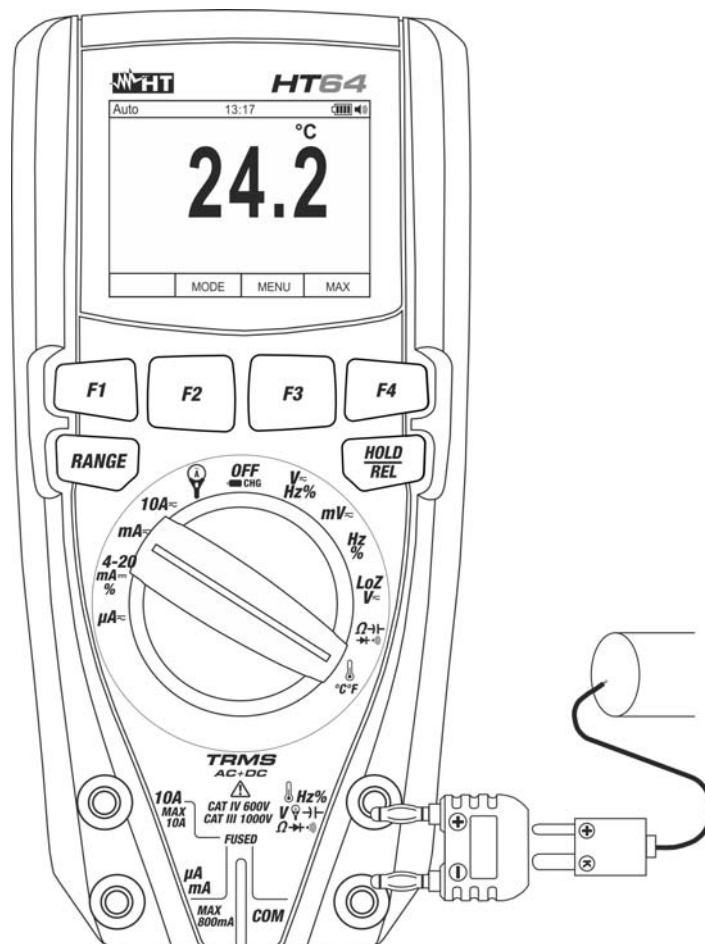

Fig. 29: Utilisation de l'instrument pour la mesure de la Température
3. Insérer l'adaptateur fourni dans les bornes d'entrée  Hz%  V-  Ω  (polarité +) et **COM** (polarité -) (voir Fig. 29)